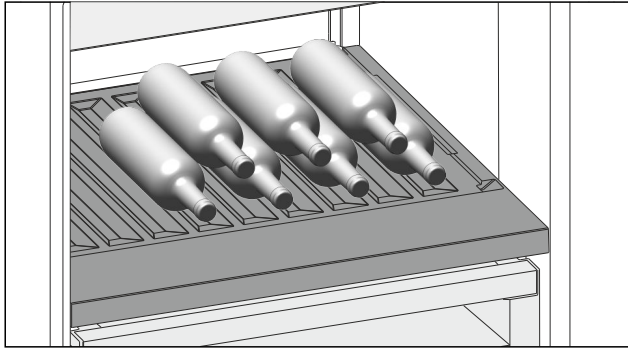

Fig. 150
- Inserire le bottiglie con il fondo rivolto verso la parte posteriore. (vedere Fig. 150)